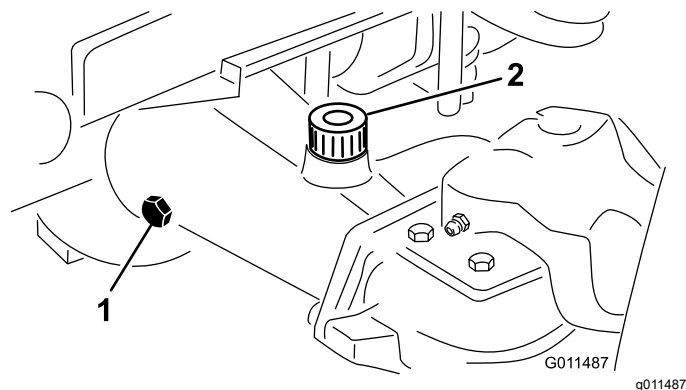

Figura 75
2. Retire un tapón de verificación del extremo del eje y asegúrese de que el lubricante llega al borde inferior del orificio (Figura 75).